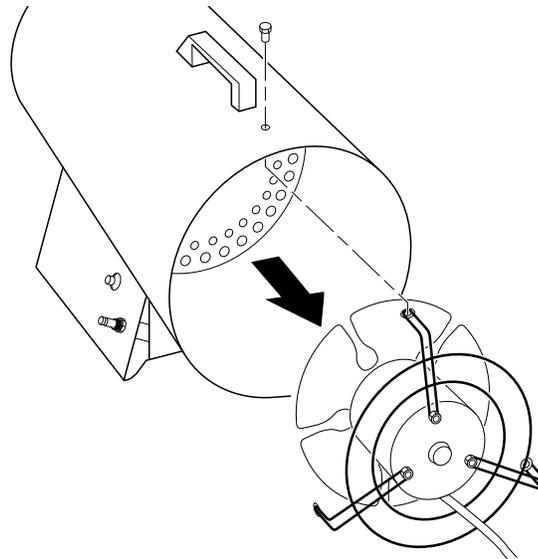

Abb. 10 - Ausbau von Motor und Ventilator-Schutzgitter aus dem Heizgerät
2. Motor und Ventilator-Schutzgitter vom Heizgerätgehäuse entfernen (siehe Abb. 10).